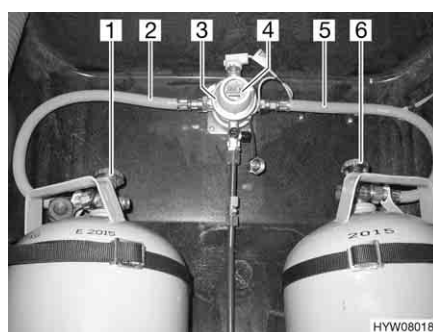
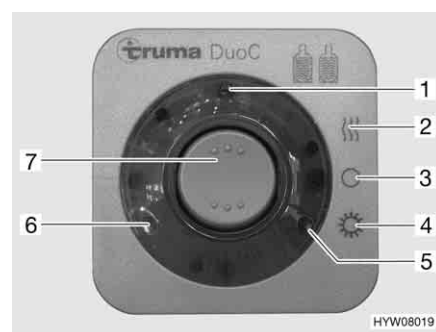

Fig. 76 Impianto di commutazione DuoControl
Fig. 77 Centralina di controllo
L'impianto di commutazione DuoControl è costituito da una valvola di commutazione (Fig. 76,3) e da una centralina di controllo (Fig. 77). La valvola di commutazione è installata tra i tubi del gas (Fig. 76,2 e 5). Con la manopola (Fig. 76,4) sulla valvola di commutazione è possibile stabilire, quale delle bombole del gas viene utilizzata come bombola in uso e quale bombola del gas viene utilizzata come bombola di riserva.
Sulla centralina di controllo (Fig. 77) possono venire azionate solo le funzioni elettriche. Le valvole principali di arresto delle bombole del gas (Fig. 76,1 e 6) devono essere aperti manualmente.
La valvola di commutazione garantisce una pressione del gas costante, indipendentemente da quale bombola provenga l'alimentazione del gas. Le due spie di controllo sulla centralina di controllo indicano il livello di riempimento della bombola in uso. Se è accesa la spia di controllo verde (Fig. 77,6), la bombola in uso è piena. Se è accesa la spia di controllo rossa (Fig. 77,5), la bombola in uso è vuota. Il rifornimento di gas avviene poi tramite la bombola di riserva.
- Aprire le valvole principali di arresto delle bombole del gas (Fig. 76,1 e 6).
- Con la manopola (Fig. 76,4) sulla valvola di commutazione (Fig. 76,3) selezionare la bombola del gas, da cui proviene la principale alimentazione del gas (bombola in uso).
- Sulla centralina di controllo (Fig. 77) attivare l'impianto di commutazione DuoControl.
Posizionare l'interruttore a bilico (Fig. 77,7) su funzionamento invernale "On e riscaldamento" (Fig. 77,2) oppure su funzionamento estivo "On" (Fig. 77,4). La valvola di commutazione è ora disareata. La spia di controllo gialla (Fig. 77,1) è accesa, se si seleziona la modalità di funzionamento invernale e l'impianto antighiaccio con regolatore è attivato.
- Portare l'interruttore a bilico (Fig. 77,7) in posizione "O" (Fig. 77,3). La spia gialla di controllo (Fig. 77,1) si spegne.
- Chiudere le valvole principali di arresto delle bombole del gas (Fig. 76,1 e 6).
Le spie di controllo sulla centralina di controllo (Fig. 77,5 e 6) segnalano all'interno del veicolo, se la bombola in uso è pronta al funzionamento.
Se la spia di controllo verde (Fig. 77,6) si spegne durante il funzionamento e la spia di controllo rossa (Fig. 77,5) si accende, significa che la bombola del gas selezionata come bombola in uso è vuota e deve essere sostituita. La bombola di riserva continua ad alimentare le utenze a gas.